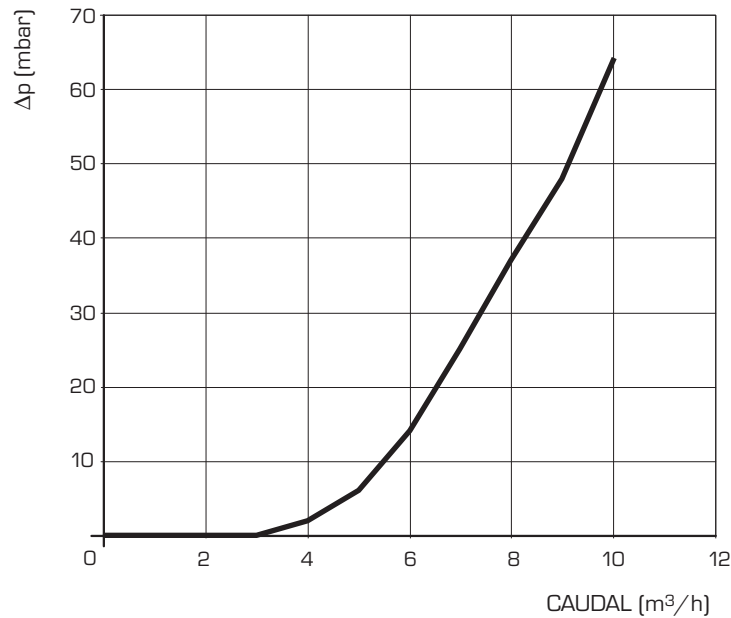

Fig. 3
1.5 PÉRDIDAS DE CARGA DEL COMPENSADOR HIDRÁULICO SUMINISTRADO BAJO PETICIÓN EN EL KIT CÓD. 8101550 (fig. 3)